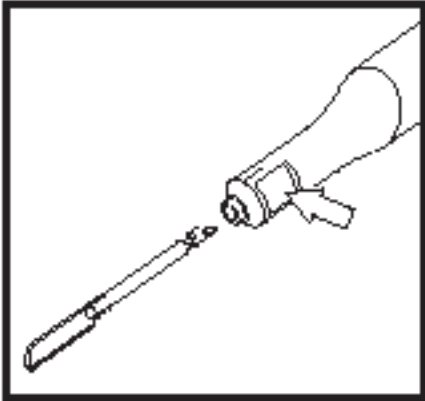

Figura 1.
1. Aperte completamente o botão (vide Figura 1).